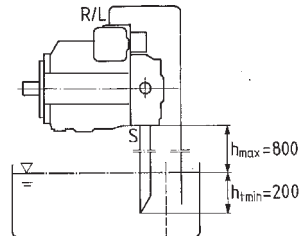

图 4
b) 当最低油液面低于泵的上缘时：泄油口以及在可能的情况下油口“S”必须如图4所示连接管路。条件按照 1.2。试运行前应在泵壳体内注满油液。
a) 油箱之上的安装参见图 4。